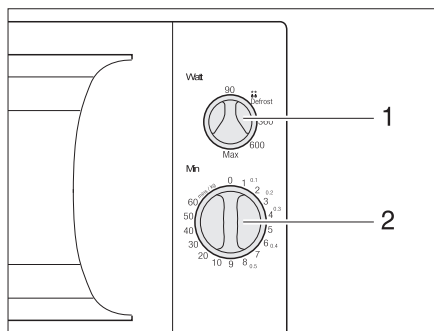

Fig. 207 Elementos de mando del horno microondas
- Seleccionar la potencia con el regulador giratorio (Fig. 207,1).
- Seleccionar el tiempo de cocinado con el regulador giratorio (Fig. 207,2). Comienza el proceso de cocinado.